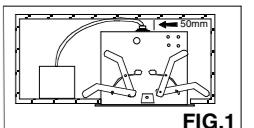
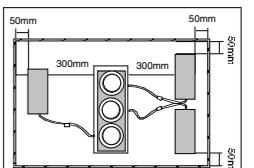
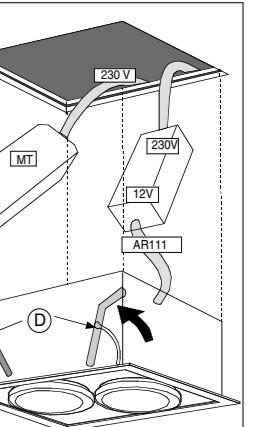

FIG.1
FIG.2
FIG.4
- Prima di installare l'apparecchio, controllare che all'interno del controsoffitto vi sia una distanza minima di 50 mm dell'apparecchio e del gruppo di illuminazione con eventuali pareti laterali; e distanza minima di 300 mm e massima di 1200 mm tra apparecchio e gruppo di illuminazione (FIG.1 e FIG.2).
- Praticare la cava A nel pannello del controffitto (FIG.1) verificando le dimensioni in Tab.1.
- Fissare sui 4 lati con apposite viti i profilati ad "L" da cartongesso (non in dotazione) (FIG.2/3).
- Inserire il cassetto B nel controffitto (FIG.1).
- Far passare il cavo di rete attraverso il cassetto (FIG.4).
- Make hole A in the panel of the false ceiling (FIG.1) after having checked the dimensions in Table 1.
- Fix on 4 sides the angles with screws (not supplied) (FIG. 2/3).
- Insert the housing B into the false ceiling (FIG.1).
- Lead the mains cable through the housing (FIG. 4).
- Place la base A du support frame de la lampe dans le trou du faux plafond et fixez-la avec les vis B (FIG.4).
- Insert the gear box and the light fixture into the hole of the false ceiling (FIG. 4), respecting the distances as indicated in (FIG. 2).
- Die Abmessungen in Tab.1 kontrollieren und ein Loch in der abgehängten Decke machen (FIG. 1).
- Machen mit Schrauben die Profilen fuer Gipsplatte (nicht liefert) fest (FIG. 2/3).
- Den Kasten B in der abgehängte Decke einsetzen (FIG. 1).
- Fair passen der Kabel durch den Kasten führen (FIG. 4).
- Hacer el agujero A en el panel del cielo raso (FIG.1) verificando las dimensiones en Cuadro 1
- Introduzca el cajón B en el cielo raso (FIG. 1)
- Hacer pasar el cable de red a través del cajón (FIG. 4)